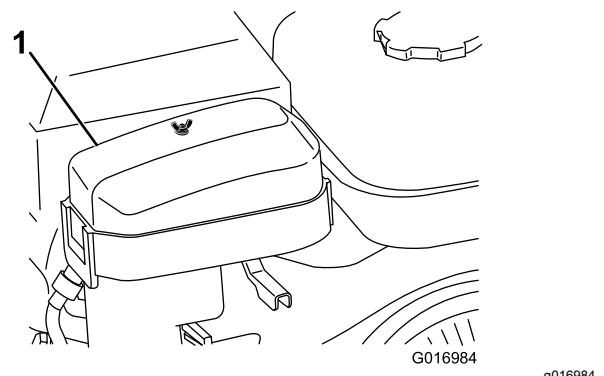

図 31
2. エアクリーナカバーの蝶ナットを取ってカバーを外す図 31。